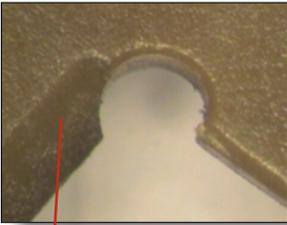

図 2: 交換が必要な磨耗した(右側は磨耗していない)アライメントプレートのウォールの例
- アライメントプレート(ALPL)のウォールが磨耗していないか—図 2参照